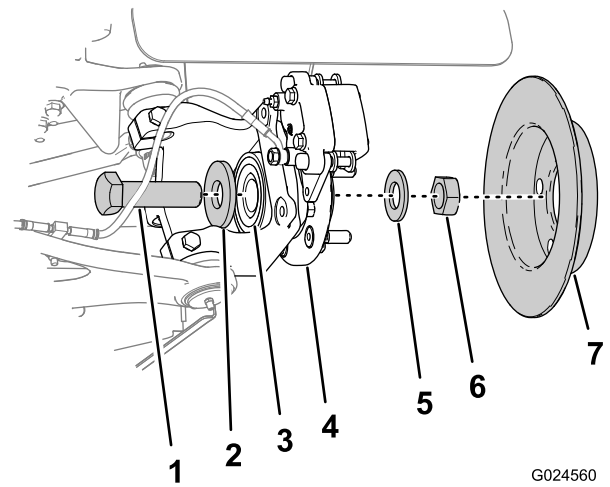

Figura 18
1. Tire de los discos de freno para separarlos del cubo de la rueda (Figura 18).
2. Retire la tuerca del eje y la arandela (1 x 2 pulgadas) que sujetan el disco de freno al cojinete del cubo de la rueda (Figura 18).
Nota: En el lado interior del pivote de dirección, utilice una llave inglesa para sujetar la cabeza del perno del eje al retirar la tuerca del eje (Figura 18).
3. Retire el perno del eje y la arandela (1 x 2-5/8 pulgadas) del cojinete del cubo de la rueda (Figura 18).